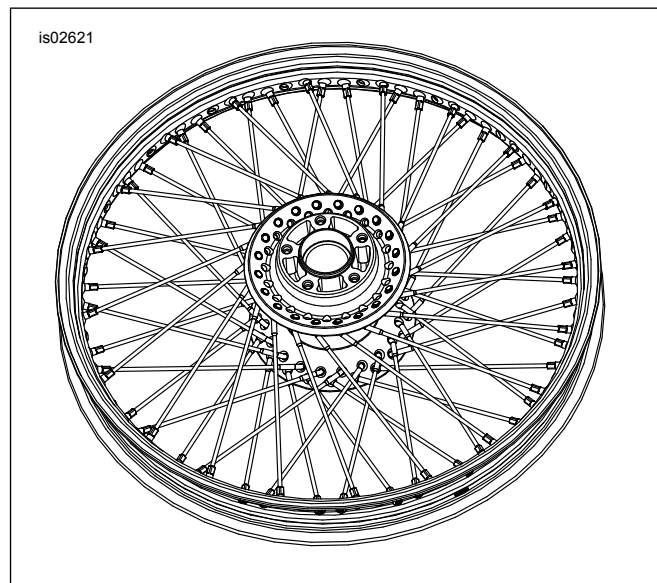

Figure 7. Poser les rayons externes
7. Voir Figure 7. Retourner la jante de sorte que le côté du disque de frein soit orienté vers le **bas**. Placer n'importe quel rayon de la rangée **extérieure** dans le moyeu. Incliner le rayon dans le sens antihoraire et insérer-le dans le trou de jante incliné pour le recevoir. Monter l'écrou de rayon sans le serrer.